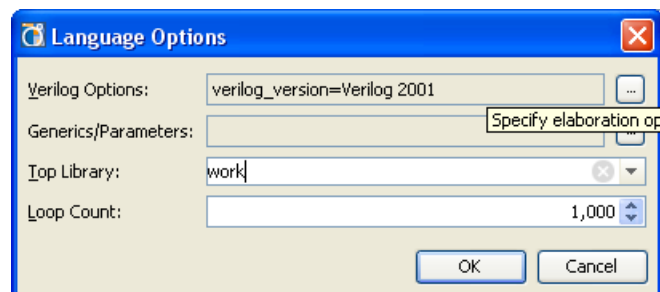

図 3-46 : [Language Options]
- [Language Options] : Verilog または VHDL オプションを入力します。これらフィールドは、図 3-46 に示されています。